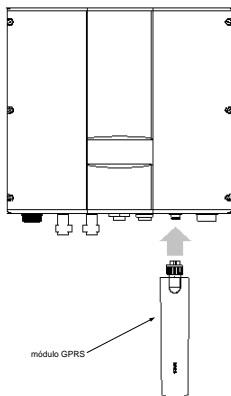

Figura 5-17 Instalación del módulo GPRS
El módulo GPRS es opcional y actualmente solo es compatible con los modelos BPD004TNAC(S) y BPD2K2-5K5TRAC(S). Si se necesita instalar un módulo GPRS, conéctelo a la interfaz "GPRS" del inversor, consulte la Figura 2-2 (b). La Figura 5-17 muestra la conexión. Para obtener información detallada sobre cómo utilizar el módulo GPRS, consulte el manual de usuario que se entrega con esta pieza.